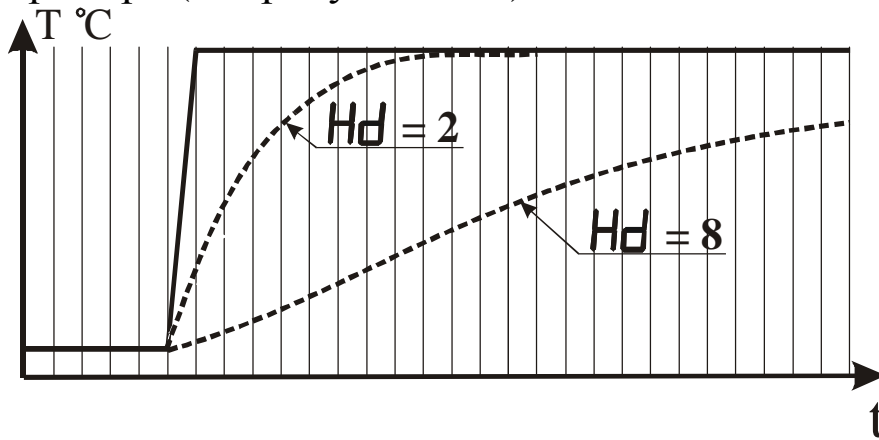

Рисунок 3.14 - Влияние параметра “Время усреднения” на показания прибора при различных значениях параметра Hd
3.3.3.8 Параметр “Время усреднения” указывают в количестве периодов опроса входного датчика ($N_{\text{опр.}}$). Этот параметр позволяет добиться более плавного изменения показаний прибора. Для этого производится вычисление среднего арифметического из последних ($N_{\text{опр.}}$) измерений. При значении параметра равном 0 интегратор выключен. Уменьшение значения времени усреднения приводит к более быстрой реакции прибора на скачкообразные изменения измеряемого параметра, но снижает помехозащищенность прибора (см. рисунок 3.14).